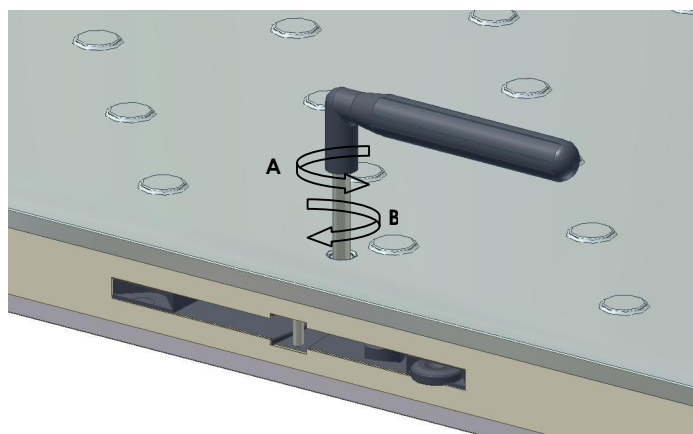

Fig. 3
- Tourner la clé de vis dans le sens contraire des aiguilles d'une montre jusqu'à ce que ça s'arrête (Fig. 3 – Sens **A**);
- Tourner la clé dans le sens contraire jusqu'à serrer (Fig. 3 – Sens **B**)